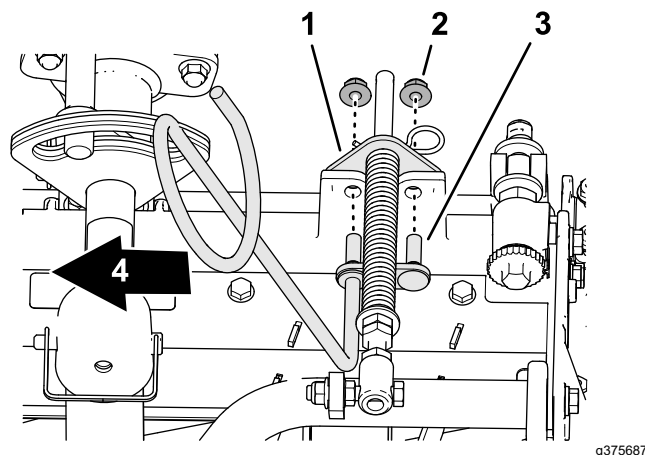

Figure 11
5. Placez les goujons du guide-flexible gauche en face des trous du cadre de l'unité de coupe et du support du compensateur (Figure 11).